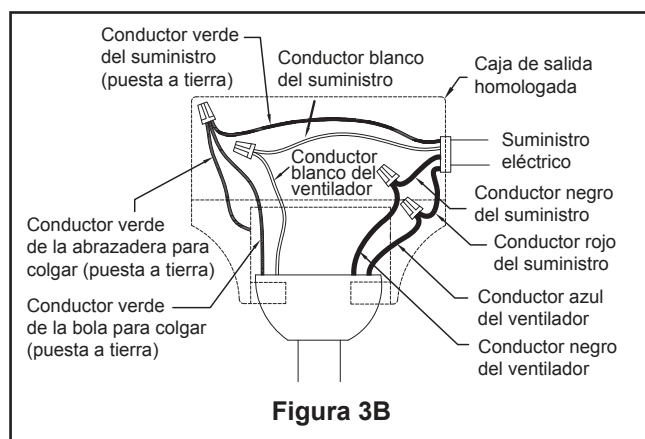

Figura 3B
2. Una vez haya hecho las conexiones, teniendo cuidado de no pillar los cables. Poniendo los cables blancos y verdes a un lado de la caja y los negros hacia el otro lado. Coloque los cables hacia arriba y empújelos cuidadosamente hacia dentro de la caja de la toma de corriente, los cables deben ser colocados de forma extendida poniendo el conductor de la toma de tierra y el conductor de toma de tierra del equipo a un lado de la caja, colocando el conductor sin toma de tierra en el otro lado de la caja. (Figura 3B)